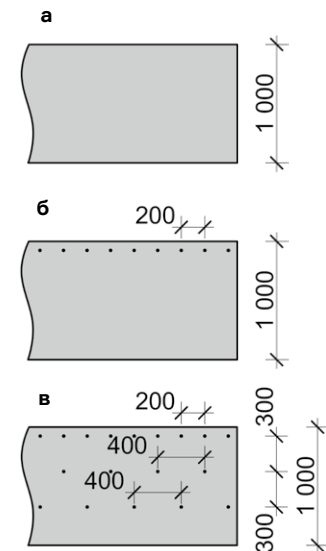

Рис. 11. Схема расположения крепежа для подкладочных ковров Döcke.
4.1.4 Самоклеящиеся подкладочные ковры Döcke допустимо монтировать без дополнительной механической фиксации при температуре окружающего воздуха не ниже +15 °С (рис. 11а). Самоклеящийся подкладочный ковёр необходимо крепить гвоздями (тип
1, таблица №1) по схеме приведённой на рис. 11в в тех случаях, когда планируются перерывы в работе, а также в случае осуществления монтажа при температуре ниже +15 °С.